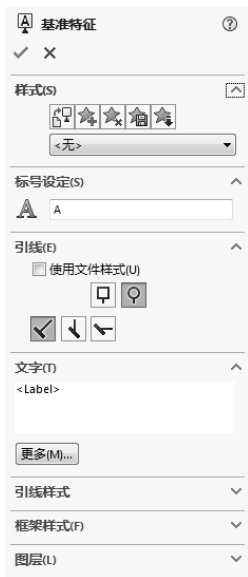

图 12-44 “基准特征”属性管理器
- 2) 在弹出的“基准特征”属性管理器中设置属性，如图 12-44 所示。